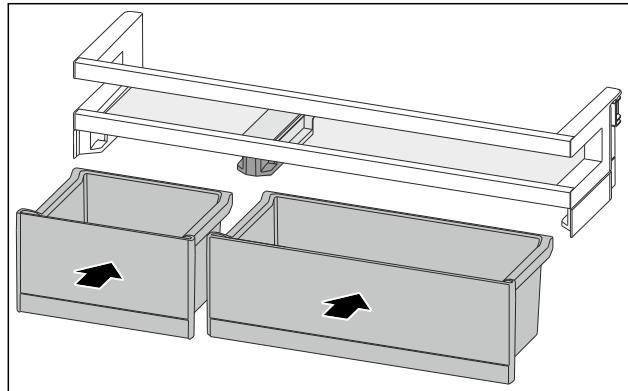

Fig. 89
- ▶ 排列互换后装入 VarioBox。 (参见 Fig. 89)